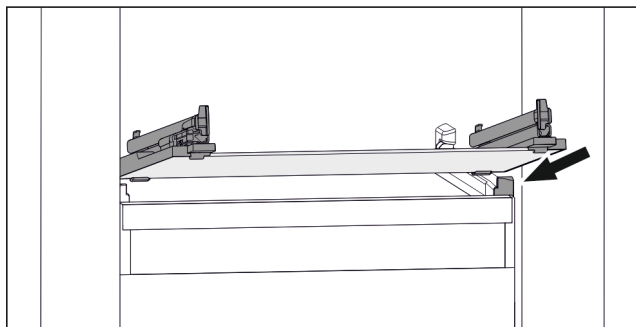

Fig. 107 Примерное отображение стеклянной пластины
- ▶ Наклоняя вниз, установите стеклянную пластину за опоры. (см. Fig. 107)